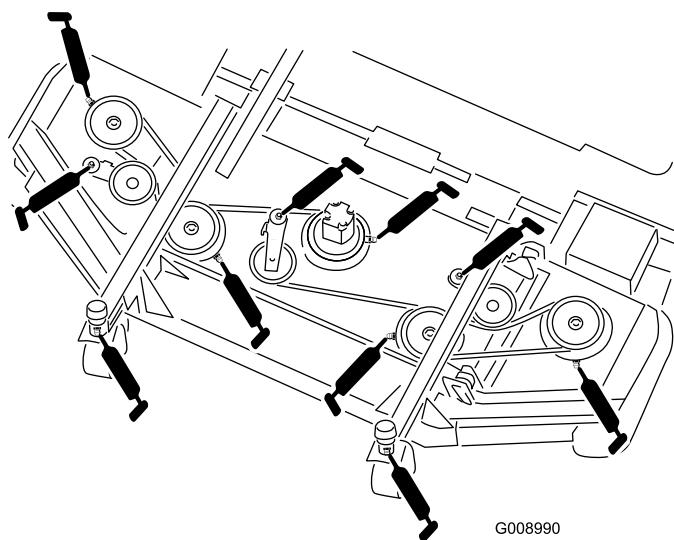

図 54
- ・ キャスタフォークのシャフトのベアリング (2ヶ所) (図 54)
- ・ スピンドルシャフトのベアリング (5ヶ所; スピンドルハウジングにある) (図 54)
- ・ アイドラームのピボットのブッシュ (3ヶ所; アイドラピボットのシャフトにある) (図 54)